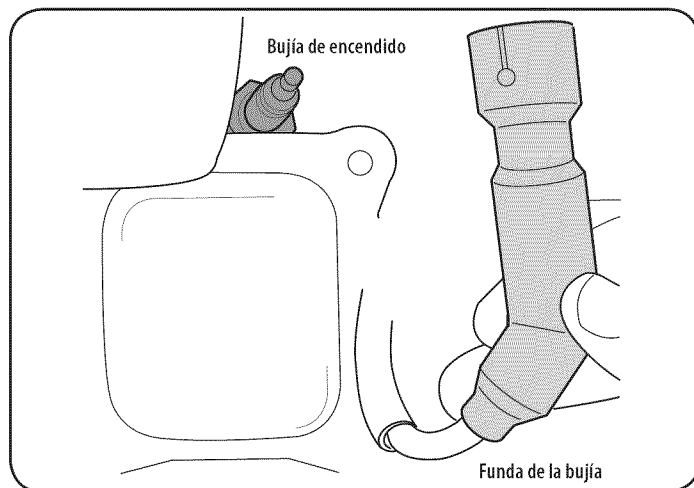

Figura 19
1. Retire la funda de la bujía y utilice una llave para bujías para extraerla. Vea la Figura 19.